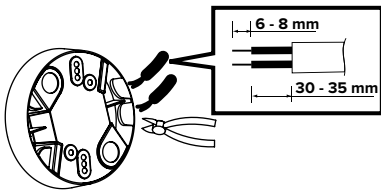

FIG. 12
2. Om de bedrading door de sparingen aan de zijkant van de behuizing te voeren, dienen deze gemarkeerde, maar nog afgedekte gaten vrijgemaakt te worden met een zijknijptang. Voer vervolgens de bedrading door de vrijgemaakte gaten en strip de isolatie van de bedrading 6-8 mm (FIG. 12).